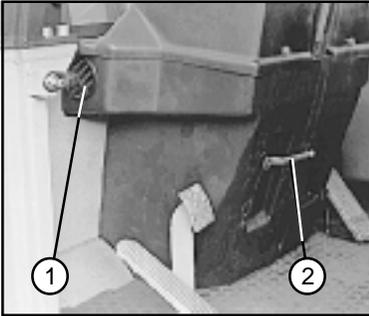

Bild 5-4
(2) Gebläsedrehschalter (5-5/ Pfeil) je nach gewünschter Luft-/Wärmemenge in Stellung 0, 1, oder 2 schalten.
(3) Luftstromrichtung an den seitlich angebrachten Ausströmerdüsen (Bild 5-4/1) einstellen.
(2) Enclencher le commutateur du ventilateur (5-5/flèche) dans la position 0, 1 ou 2 selon les quantités d'air et de chaleur désirées.
(3) Régler la direction du courant d'air au moyen des ouvertures latérales (figure 5-4/1).